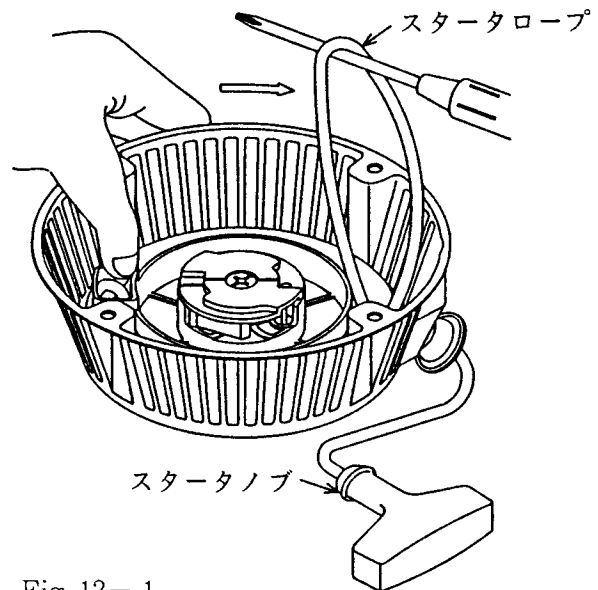

Fig 12-1
(1) リコイルスタータをエンジンから取り外して下さい。
(2) スタータノブを引き、スタータロープを30cm位引き出し、リールの切欠き部がスタータロープの出口に来た所で、リールの回転をFig 12-1の様に親指でしっかり押え、ドライバー等でスタータロープをリコイルスタータの内側に引き出します。
(a) リールのロープ収納溝にスタータロープが残っている場合は、ゼンマイに無理が掛っているので、スタータロープをFig 12-1の要領で1～2回巻き戻して下さい。